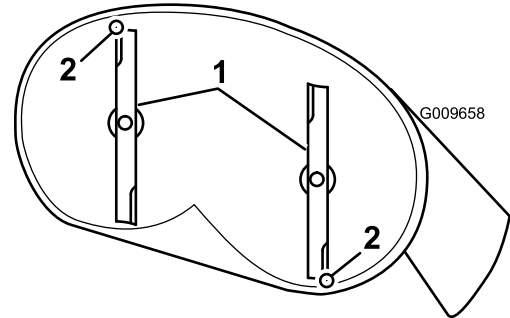
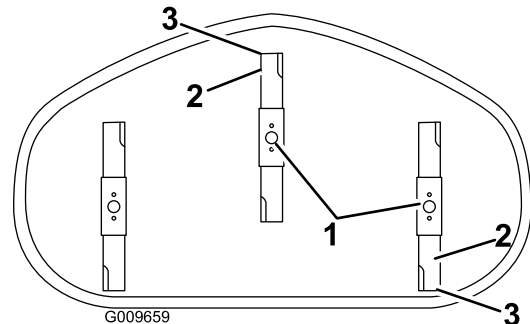

Figura 55
Figura 56
4. Gire cuidadosamente las cuchillas colocándolas en el sentido de avance de la máquina (Figura 55 y Figura 56).
5. Mida entre la punta de la cuchilla delantera y la superficie plana y entre la punta de la cuchilla trasera y la superficie plana (Figura 55).
7. Después de realizar el ajuste, compruebe de nuevo la inclinación longitudinal, y siga ajustando la tuerca hasta que la punta de la cuchilla delantera esté entre 1.6 y 7.9 mm (1/16" a 5/16") más baja que la punta de la cuchilla trasera (**Figura 55**).